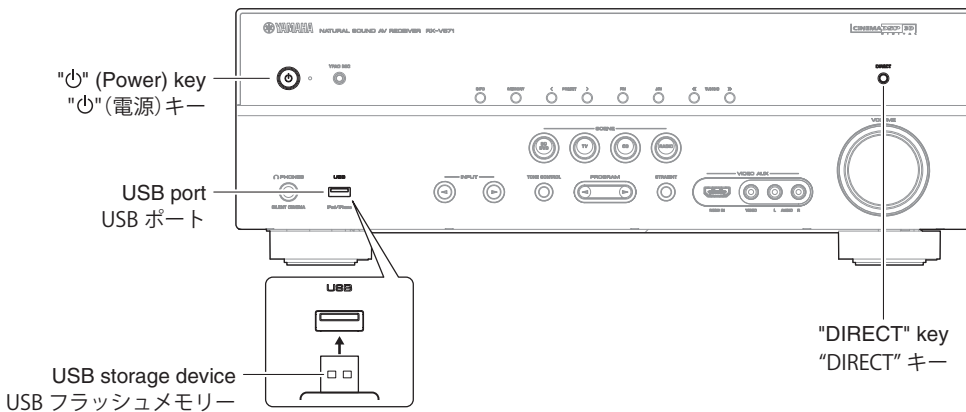

Fig. 1
1. Insert the USB storage device to the USB port. (Fig. 1)
2. While pressing the "DIRECT" key, connect the power cable to the AC outlet. (Fig. 1)
1. USB ポートに USB フラッシュメモリーを差し込みます。(Fig. 1)
2. "DIRECT" キーを押しながら、電源コードを AC コンセントに接続します。(Fig. 1)
6. Remove the USB storage device from the USB port. (Fig. 1)
6. USB ポートから USB フラッシュメモリーを抜きます。(Fig. 1)